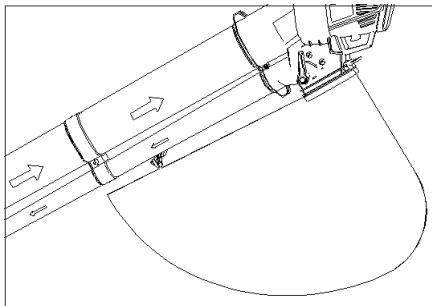
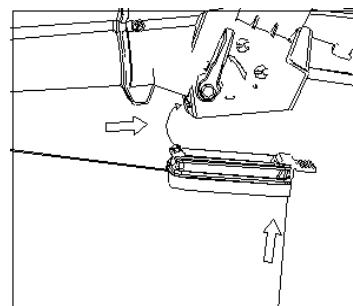

Fig. 7
Fig. 8
3. Mise en place du sac de collecte des débris (Fig.7 et Fig. 8)
Maintenez le crochet du sac de collecte sur le tube (voir Fig. 7), puis positionnez le support du sac de collecte des débris pour insérer le tube courbe (voir Fig. 8)
Selectionnez la fonction souffleur avec le levier sélecteur situé sur le côté de la machine (fig. 7), puis mettez-le en marche. Faites reposer l'appareil sur ses roulettes et déplacez-le vers l'avant en dirigeant l'extrémité de son tube vers les débris à enlever.
sélecteur situé sur le côté de la machine (Fig. 7), puis mettez-la en marche. Faites reposer l'appareil sur ses roulettes et déplacez-le vers l'avant en dirigeant l'extrémité de son tube vers les débris à aspirer. Vous pouvez également maintenir l'extrémité du tube juste au-dessus du sol et la balancer d'un côté à l'autre tout en avançant et en la dirigeant vers les débris à aspirer. N'enfoncez pas l'extrémité du tube dans des débris, car cela risque de boucher le tube d'aspiration et de réduire l'efficacité de l'appareil.